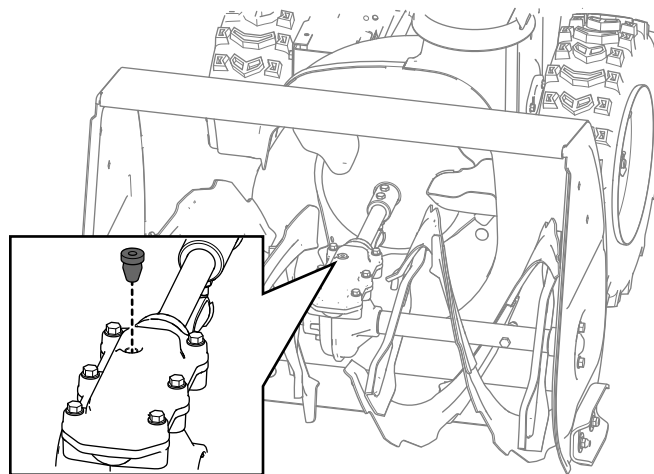

Figura 30
2. Limpie la zona alrededor del tapón y retire el tapón de la caja de engranajes (Figura 30).